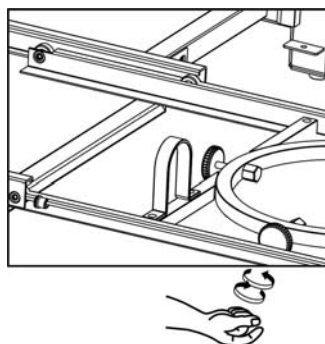

Figura 6
6. Apriete las perillas roscadas (G) que hay en la bandeja del tanque (figura 6), de manera que el tanque de gas LP no se pueda mover de un lado a otro. No quite la tapa plástica del extremo de la sección roscada.